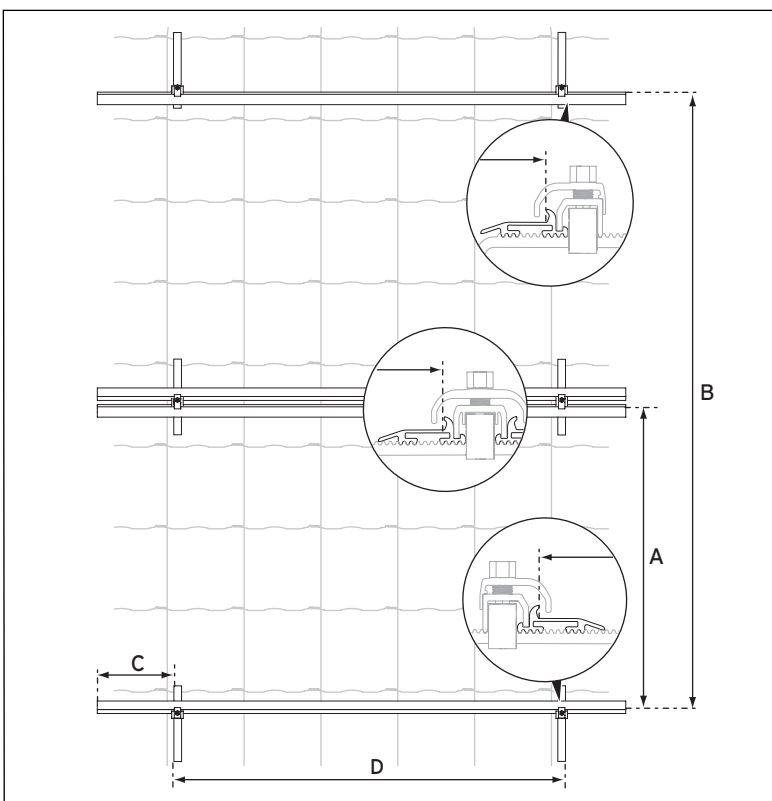

Abb. 6.3 Abstände bei Feldanordnung übereinander
- Positionieren Sie den Dachanker. Achten Sie dabei auf die korrekte Position des oberen, mittleren und unteren Dachankers (→ **Abb. 6.3**).